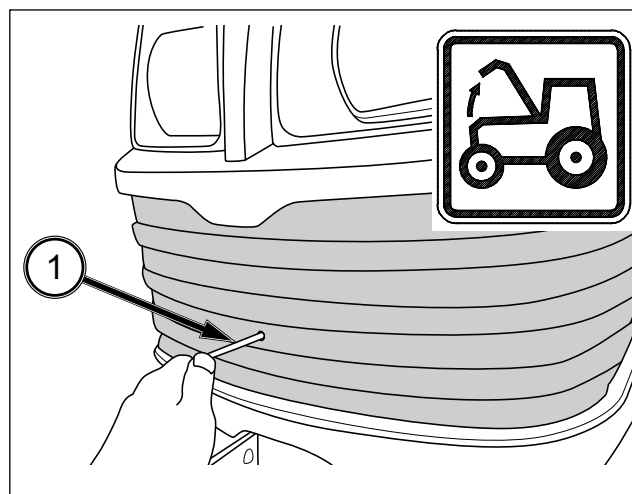

FIG. 88
FIG. 88 et 89: Pour ouvrir le capot, insérez l'outil (1) dans l'orifice de la calandre et poussez.